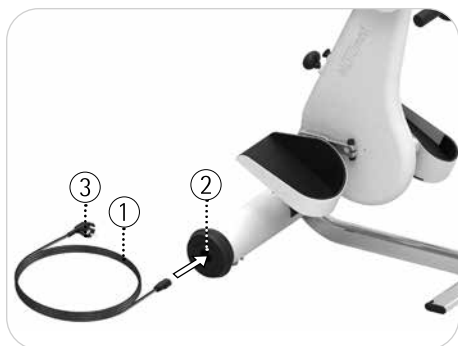

Fig. 4.4
Vide Fig. 4.4 Primeiro se deve conectar o cabo de alimentação ① à ficha IEC ② que se encontra no cubo da roda do MOTOfed. Verifique se a conexão está firme. Em seguida, conecte a ficha de alimentação ③ do cabo de alimentação ① a uma tomada da sua sala.